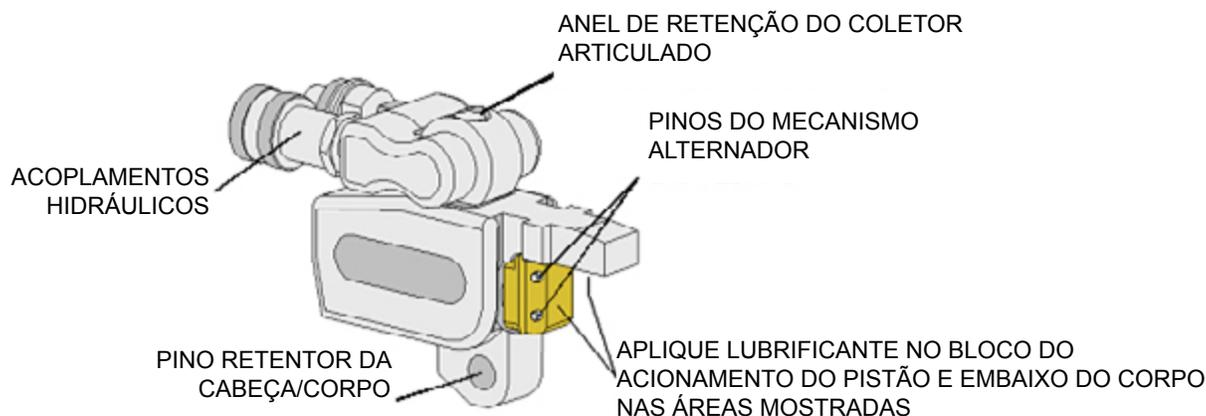

Figura 5. Manutenção da chave de torque hidráulica TWLC
2. Veja a Figura 5. Remova a cabeça da chave do corpo. Inspeção os seguintes componentes:
3. Veja a Figura 5. Lubrifique as áreas do corpo usando a graxa Revol R5 Moly Anti Seize. Ao guardar, a cabeça da chave deve ser montada no corpo para evitar que impurezas penetrem no mecanismo de acionamento